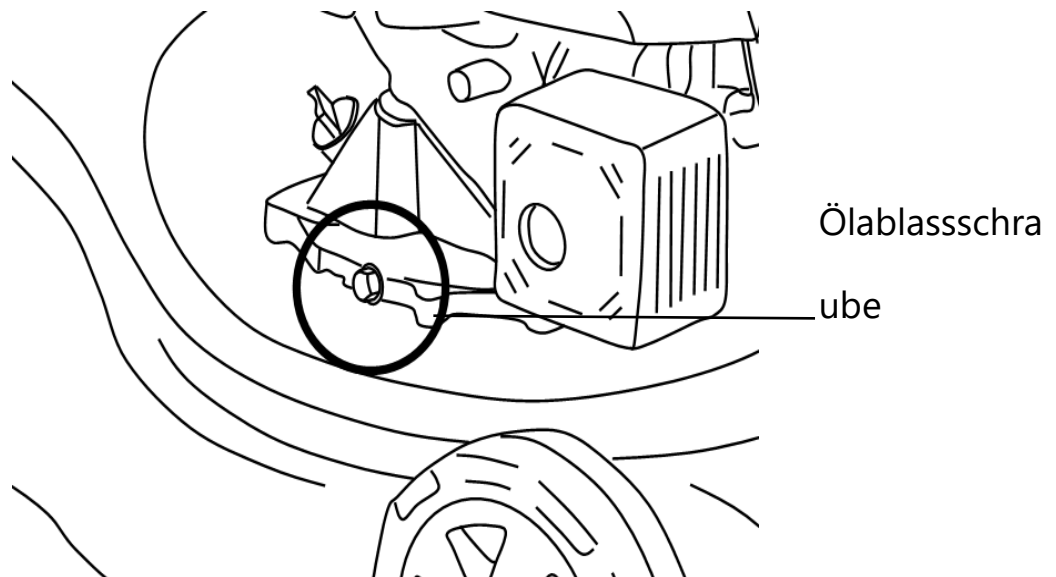

Abb. 18
- 2) Lösen Sie mit einem Innensechskantschlüssel die Ölablassschraube und entfernen Sie sie (Abb. 18).